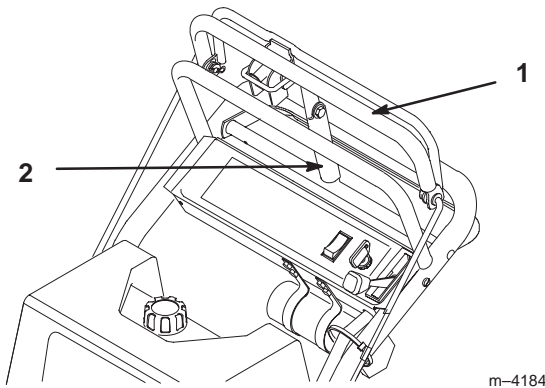

Bild 15
1. Ziehen Sie die obere Schaltleiste (Bild 15) zurück und halten sie in dieser Stellung.
2. Heben Sie den Riegel der Feststellbremse (Bild 15) hoch und lassen die obere Schaltstange langsam los. Das Bremspedal sollte in der aktivierten (gesperrten) Position bleiben.
1. Ziehen Sie die obere Schaltstange zurück (Bild 15). Senken Sie den Riegel der Feststellbremse in die gelöste Stellung ab.